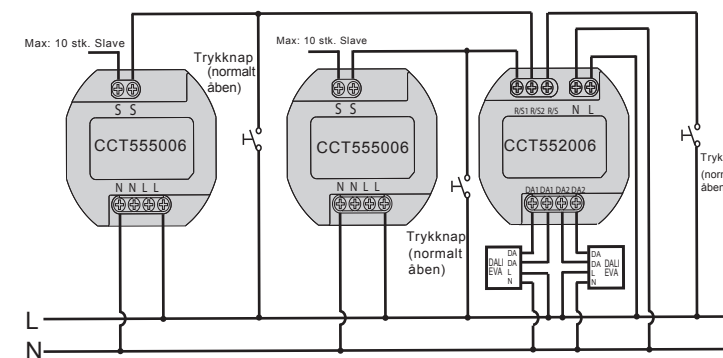
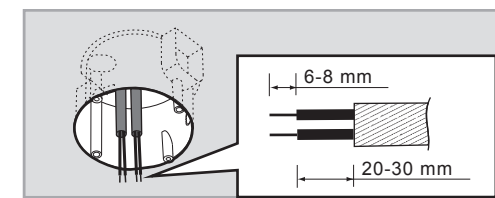
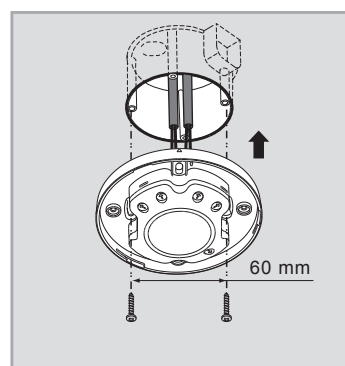
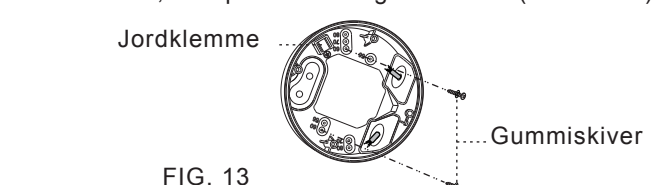

FIG. 5
FIG. 7
FIG. 8
FIG. 13
3.3.1 Normal drift (Se FIG. 5)
3.4.1.2 Tag AC-strømkablerne ud af den standard europæiske samledåse (Se FIG. 7) og fjern derefter 6-8 mm kabelbeklædning for at udføre kabelføringen (Se FIG. 5).
3.4.1.3 Følg anvisningerne i FIG. 8 for den korrekte ledningsføring og sæt strømdåsen fast i den europæiske standard samledåse ved hjælp af to skruer (Se FIG. 8).
- 3.4.2.3 Følg anvisningerne i FIG. 5 for korrekt ledningsføring og skru derefter dækslet på strømboksen fast.
- 3.4.3.3 Vælg passende knækbare punkter for at fastgøre samleåsen til overfladen af loftspladen ved hjælp af to skruer til træ, der spændes med gummiskiver (Se FIG. 13).
- 3.4.3.4 Følg strømskemaerne for den korrekte kabelforbindelse (Se FIG. 5). Der er et firkantet hul i fastgørelsespladen; når fastgørelsespladen sættes ind i samleåsen, sættes falsen ind i samleåsens fremspring (se FIG. 8), og derefter fastsættes detektorhovedet på strømdåsen som vist i FIG. 13, og disse samles med de tilknyttede 4 stk. faldsikre skruer.